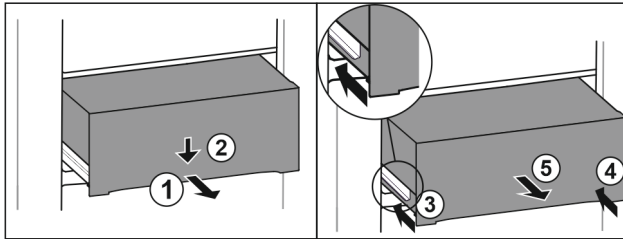

Fig. 70
- Estrarre il cassetto a metà. Fig. 70 (1)
- Premere il cassetto sul lato anteriore verso il basso. Fig. 70 (2)
- Spingere la guida sinistra di circa 2 cm verso l'interno. Fig. 70 (3)
- Spingere la guida destra di circa 2 cm verso l'interno. Fig. 70 (4)
- Rimuovere il cassetto tirandolo in avanti. Fig. 70 (5)